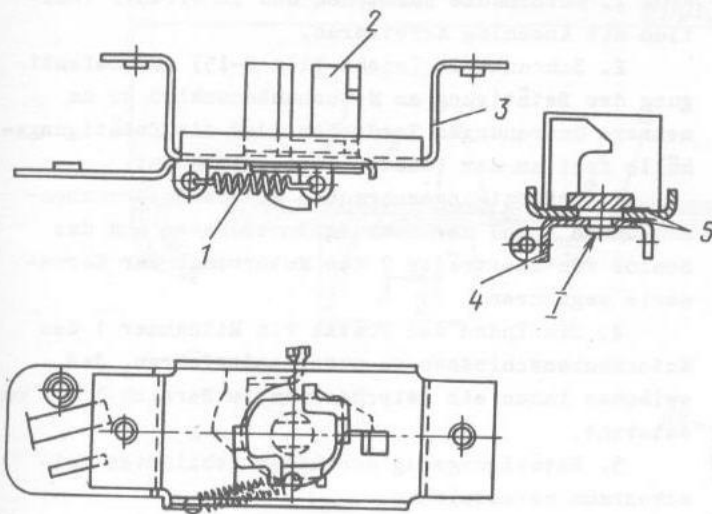

Bild 8-16. Motorhaubenschloß:
4. Bruchstücke der alten Feder 1 (Bild 8-16) beseitigen und eine neue Feder einlegen.
6. Schloß aufstellen, dabei mit Drehraste 2 (siehe Bild 8-16) auf irgendeine feste Lagerung abstützen, und die Stirnfläche der Raste mit einem Hammer verstemmen.